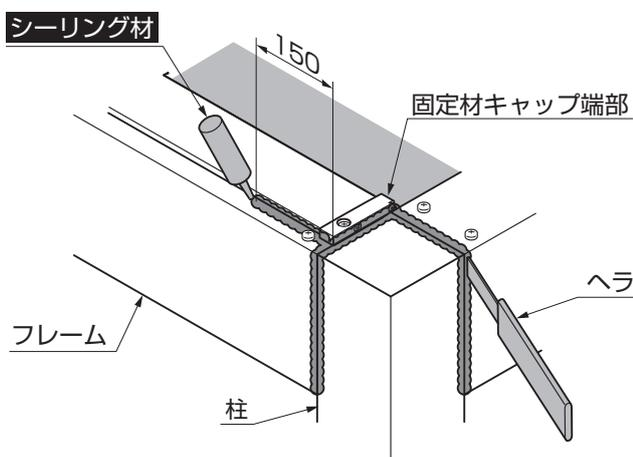

図11-3 A部詳細図
- ① A部柱、フレーム、固定材キャップ端部の接合部へシーリング処理をしてください。(図11-3参照)